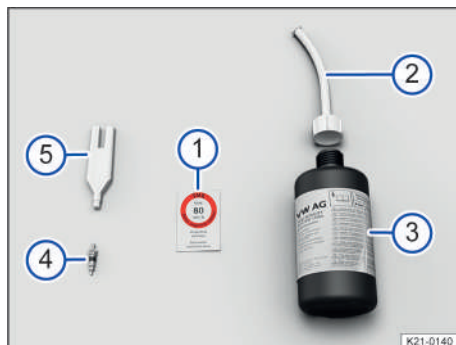

Fig. 273 Componentes del kit reparapinchazos (representación esquemática).
- ① Adhesivo con la indicación de velocidad "max. 80 km/h" o "max. 50 mph"
- ② Tubo de llenado con tapón
- ③ Botella de sellante
- ④ Obús de repuesto para válvula
- ⑤ Desmontaobuses
i El desmontaobuses → fig. 273 ⑤ lleva en el extremo inferior una ranura para el obús de la válvula. Solo así se puede desenroscar y volver a enroscar el obús de la válvula del neumático. Esto también vale para el obús de repuesto ④.
1. Pegue el adhesivo del kit reparapinchazos → fig. 273 ① en el tablero de instrumentos dentro del campo de visión del conductor.
3. Desenrosque el obús de la válvula con el desmontaobuses → fig. 273 ⑤ y dépositelo sobre una superficie limpia.
4. Agite energicamente la botella de sellante → fig. 273 ③ varias veces.
5. Enrosque fijamente el tubo de llenado → fig. 273 ② en la botella de sellante en el sentido de las agujas del reloj. El precinto de la boca de la botella se perfora automáticamente.
6. Retire el tapón del tubo de llenado → fig. 273 ② y enrosque completamente el extremo abierto del mismo en la válvula del neumático.
- Enrosque nuevamente el obús en la válvula del neumático con ayuda del desmontaobuses → fig. 273 ⑤.
- Vuelva a enroskar el tubo de inflado → fig. 273 ⑤ y compruebe la presión del neumático en el indicador de la presión de los neumáticos → fig. 273 ③.